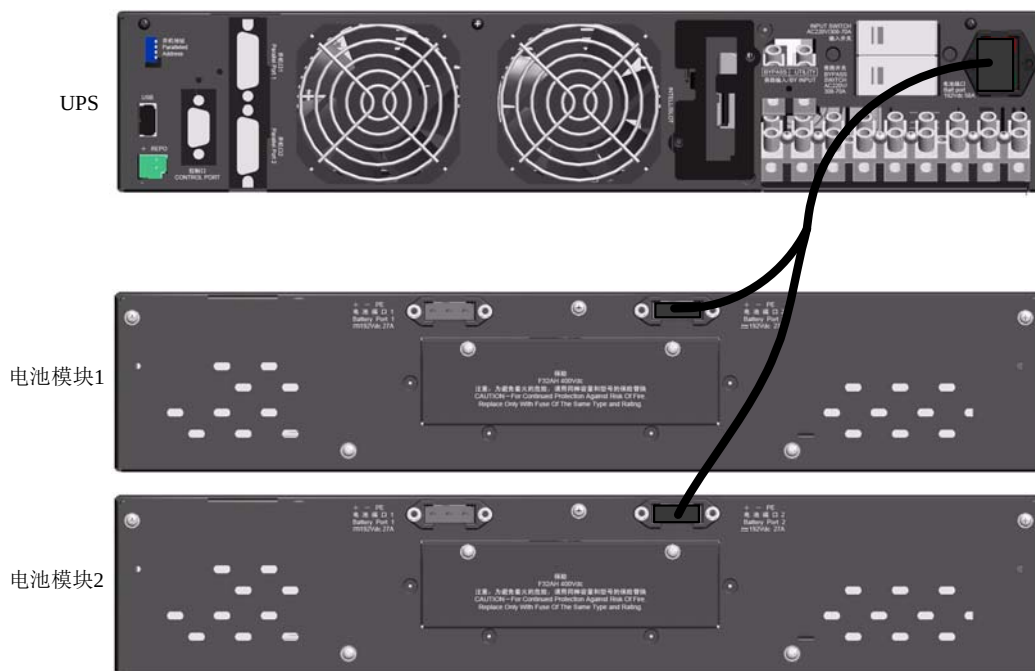

图2-22 标准机型电池电缆连接示意图
3. 从 UPS 附件中取出电池电缆 A，将电池电缆 A 一端的红、黑、绿端子与 UPS 后面板的电池端口端子对应连接，另一端分别与两个电池模块的任一电池端口连接，如图 2-22 所示。